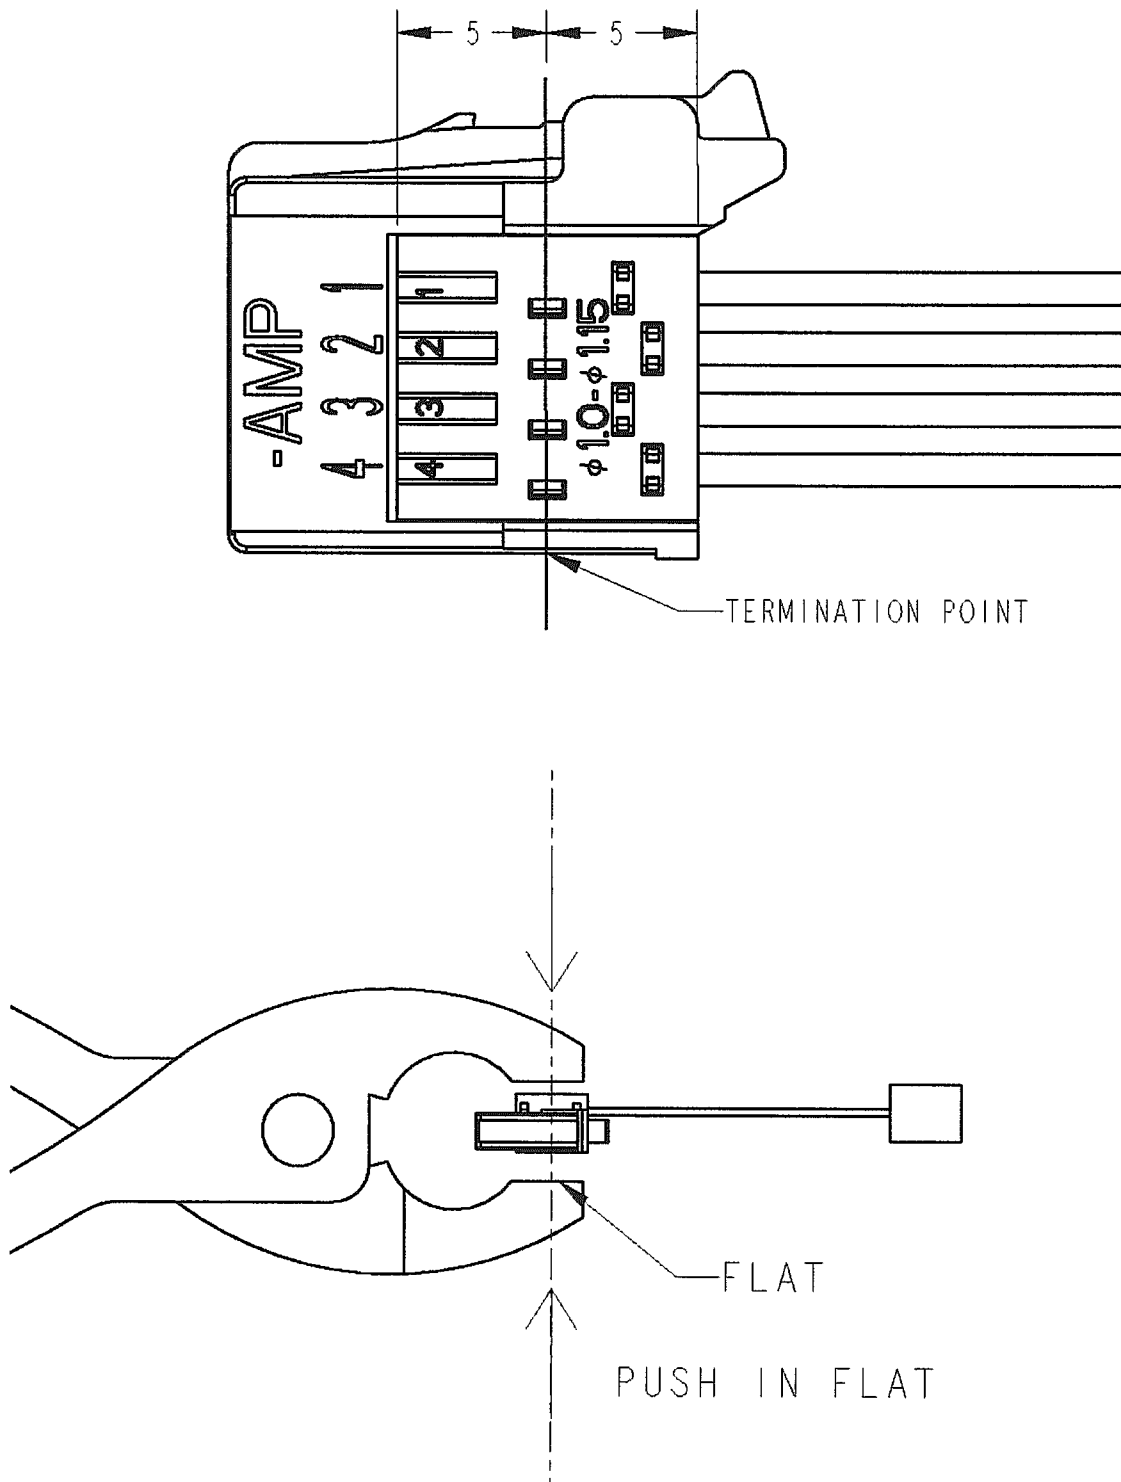

Fig4
- ①下図 (Fig4) のようにコネクタを挟んで下さい。
- ②ホールド・ハウジングの中心(中央の角穴)を圧接してください。
- ③平行に挿入されることが必要ですので、傾かないよう注意しながら圧接して下さい。(傾くとコンタクトが電線に刺さらない場合があります。)
1. Please catch the connector in the below figure.(Fig.4)